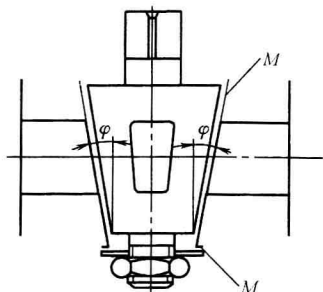

图 1-7 旋塞形
7) 旋塞形：关闭件是柱塞或锥塞，围绕本身的轴线旋转，如图 1-7 所示。